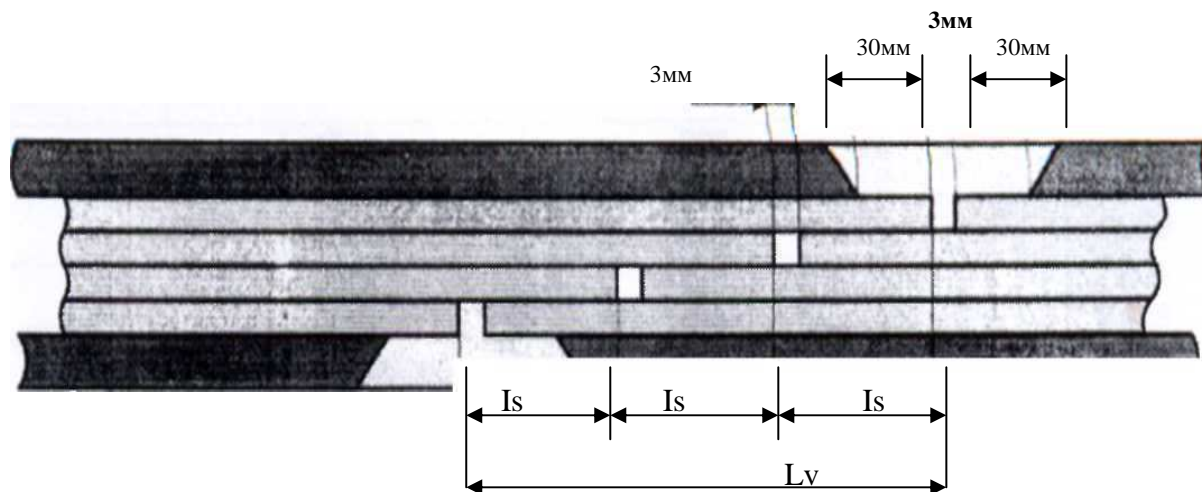

Рисунок 8 – разделка многослойной ленты
5.4.1. Допускается стыковка ленты по способу, изложенному в пункте 5.3.2 настоящей инструкции, но при этом общая длина стыка при использовании вулканизатора "ТПК 1000-750" не должна превышать 700 мм (Рисунок 8).